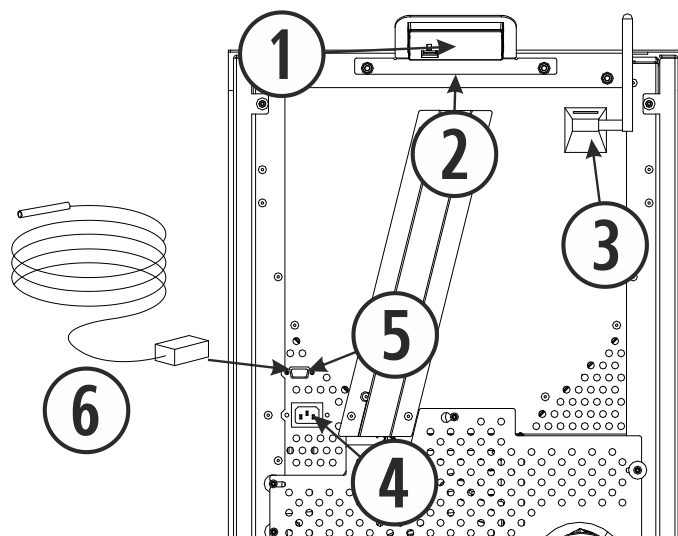

Figura 8
Devem-se ajustar os parafusos que fixam o suporte à estufa(①), como se indica na figura 8, ligar a fita plana de ligação do teclado (③), que está na parte traseira, presa com uma fita adesiva, e ligá-la ao teclado (④); só tem uma posição de ligação.